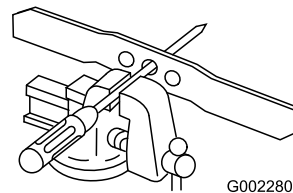

Figura 27
1. Compruebe el equilibrio de la cuchilla colocando el taladro central de la cuchilla sobre un clavo o el palo de un destornillador fijado horizontalmente en un torno de banco (Figura 27).